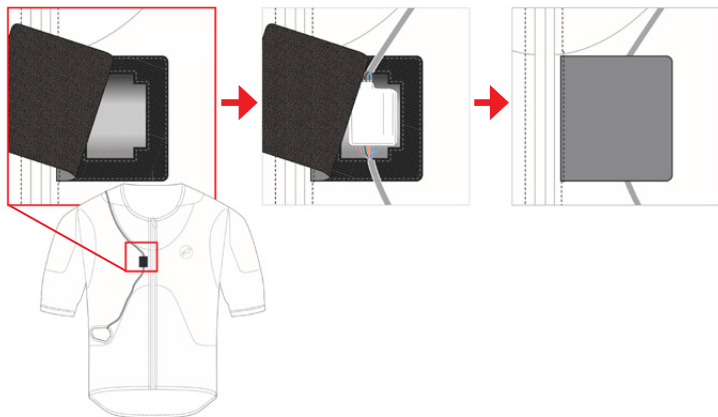

图 26：插入 LED 显示屏 (3) 和激活拉链 (2)
1. 插入 LED 显示屏 (3) 和激活拉链 (2) - 将 LED 显示屏 (3) 重新插入外壳插槽，将激活拉链 (2) 放回口袋，注意将激活拉链 (2) 正确放置在外壳内，并确保魔术贴紧密闭合，如图 26 所示。